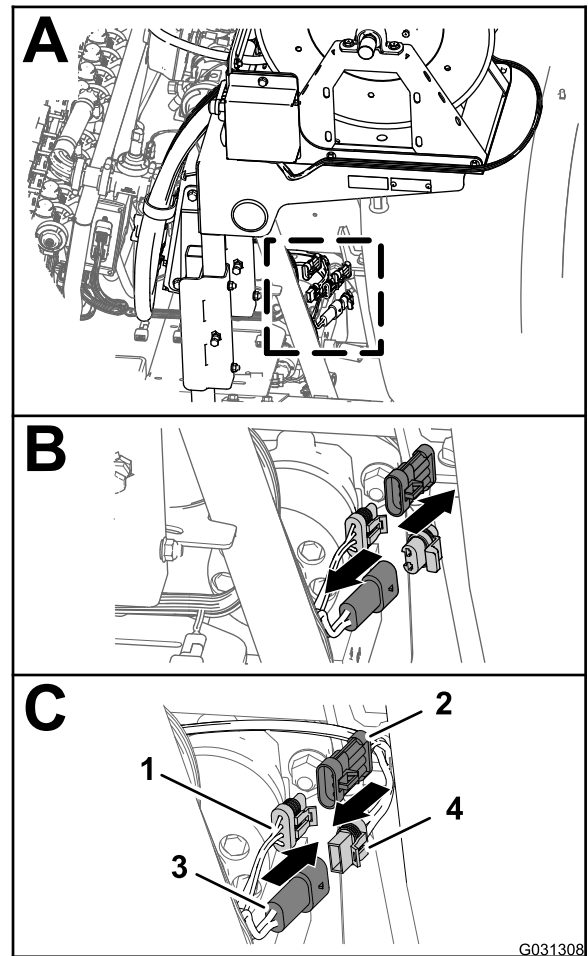

Figura 179
1. En la parte trasera de la máquina, localice el arnés de cables del kit de carrete de manguera eléctrico, detrás del depósito de fumigación (Figura 179, A).
2. Retire el tapón del conector de 2 pines del arnés principal trasero de alimentación del carrete de manguera (Figura 179, B).
3. Conecte el conector hembra de 2 vías del arnés del carrete de manguera eléctrico al conector de 2 pines del arnés de cables principal trasero (Figura 179, C).
4. Retire el tapón del conector hembra de 3 vías del arnés principal trasero de interconexión del arnés de fumigación (Figura 179, B).
5. Conecte el conector de 3 pines del arnés del carrete de manguera eléctrico al conector hembra de 3 vías del arnés principal trasero (Figura 179, C).